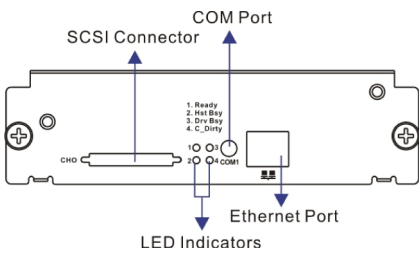
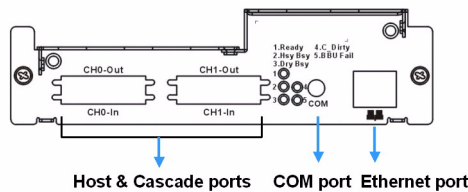
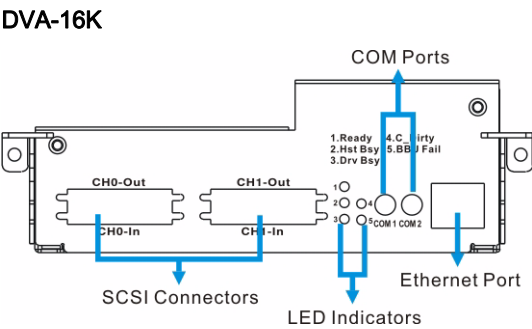

图 7.3 控制器模块 DVA-08E
图 7.4 控制器模块 DVA-08K
图 7.5 控制器模块 DVA-16K
1. 在控制器模块的前面板上，DVA-08E 附带了一 (1) 个双堆栈 VHDCI 主机连接器，DVA-08K 和 DVA-16K 附带了两 (2) 个双堆栈 VHDCI 主机连接器。一个（“In” 端口）可连接至外部主机或 DVR。另一个（“Out” 端口）可用于串联另一个子系统（参见图 7.3、图 7.4 和图 7.5）。DVA-08E 不支持串联。
DVA-08E 和 DVA-08K 随附了一个 (1) 个 COM 端口，而 DVA-16K 随附了两个 (2) 个 COM 端口。COM1 端口保留用于终端模拟管理。此端口可用于访问固件的嵌入式配置实用程序。为了便于 COM1 端口的连接，系统随附了一个 (1) 根音频插孔至 DB9 电缆和一个虚拟调制解调适配器。（参见图 7.3、图 7.4 和图 7.5）
屏蔽以太网电缆用于将 RJ-45 以太网端口连接至网络上的集线器，以便您通过网络管理您的子系统。（参见图 7.3、图 7.4 和图 7.5）